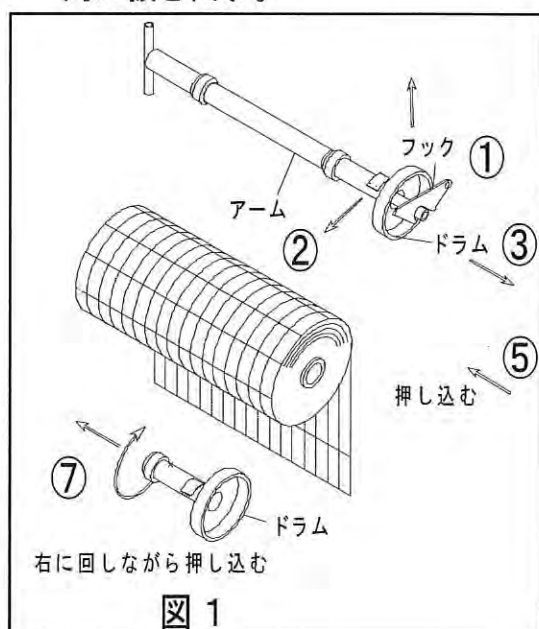

図 1
3. アームにネット⑤を図 1 の巻き方で差し込む。
4. アームにドラムを右に回しながら⑦を差し込む。